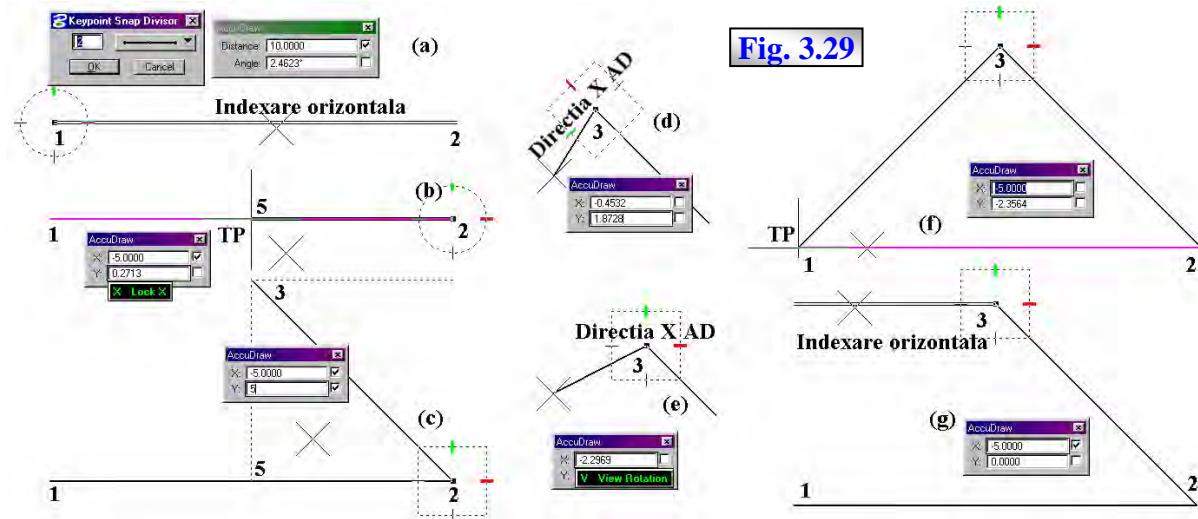

Fig. 3.29
2. Cu **focus-ul** activ în AD se apasă tasta de apel „K”, ceea ce va avea ca efect apariția ferestrei **Keypoint Snap Divisor** (fig. 3.29-a), unde se introduce valoarea 2 sau se selectează din listă modul **snap** conform figurii, dacă acesta nu este deja setat astfel, ceea ce permite identificarea prin TP a punctelor caracteristice corespunzătoare mijlocului și extremităților unui element; se selectează modul **snap Keypoint** din bara de moduri **snap**;
3. Cu AD în modul polar se plasează un punct în vederea curentă, ceea ce va produce apariția originii AD în acest punct; se indexează pe direcție orizontală AD, ceea ce va avea ca efect auto-activarea câmpului **Distance**, în care se introduce valoarea 10; consecința va fi blocarea acestui câmp, fig. 3.29-a;
4. Se plasează arbitrar un DP, ceea ce va finaliza trasarea liniei 12, va repoziționa originea AD în punctul 2 și va ancora linia dinamică în acest punct; se indexează linia dinamică AD pe direcție orizontală stânga și se plasează un TP în apropierea mijlocului liniei 12, pentru identificarea punctului 5, fig. 3.29-b;
5. Se tastează „X” pentru blocarea lungimii liniei dinamice a AD la jumătate din valoarea lungimii segmentului 12, ceea ce va avea ca efect trecerea AD în mod cartezian și blocarea valorii din câmpul X, fig. 3.29-c;
6. Se deplasează pe verticală linia dinamică a AD care va activa **focus-ul** în câmpul Y, în care se va introduce valoarea 5, blocând și acest câmp, fig. 3.29-c;
7. Se plasează arbitrar un DP, care va finaliza trasarea segmentului 23, cu punctul 3 poziționat la distanță de 5 pe orizontală și verticală în raport cu punctul 2, va repoziționa originea AD în punctul 3, cu direcția axei X orientată după direcția liniei 23 și va ancora linia dinamică în acest punct, fig. 3.29-d;
8. Pentru trasarea segmentului 34 este necesară rotirea planului compasului AD cu axa X orientată pe direcția orizontală a vederii, ceea ce se obține prin tasta „V”, fig. 3.29-e;
9. Vom bloca distanța X a câmpului AD la valoarea care se obține, pe orizontală, între originea compasului AD (punctul 3) și punctul 1, care se va identifica prin TP în apropierea acestuia, fig. 3.29-f, urmat de apăsarea tastei „X” care va bloca capătul neancorat al liniei dinamice pe direcție verticală;
10. Vom deplasa pe verticală cursorul mouse, până la indexarea orizontală a linie dinamice, fig. 3.29-g;